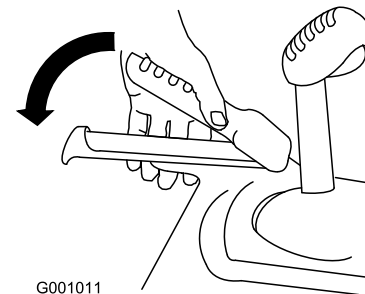

Figure 35
2. Engagez le levier de commande de déplacement et maintenez-le en place (Figure 35).